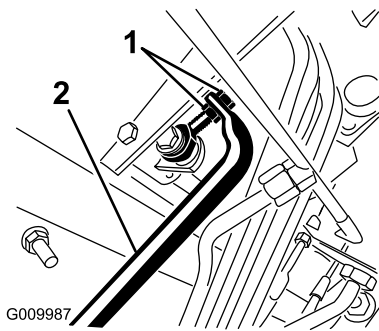

Figure 99
5. Ajustez les écrous de blocage à l'extrémité de la tige de la pompe pour avancer le tube de commande et éliminer le déplacement en marche avant, ou pour reculer le tube et éliminer le déplacement en marche arrière (Figure 99).